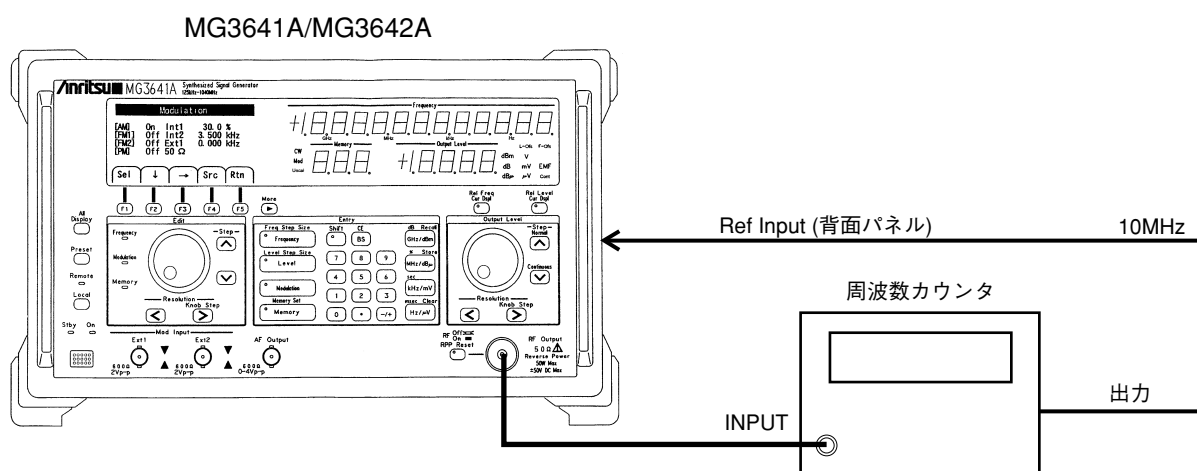

図 7-1 出力周波数試験
2.	MG3641A/MG3642A の出力を図 7-1 に示すように周波数カウンタの入力に接続します。